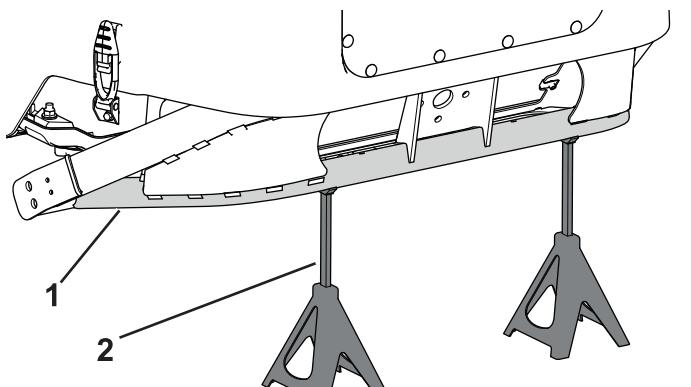

図 85
1. ジャッキスタンド2台でフレーム後部を支えて機体前部を浮かす図 85。